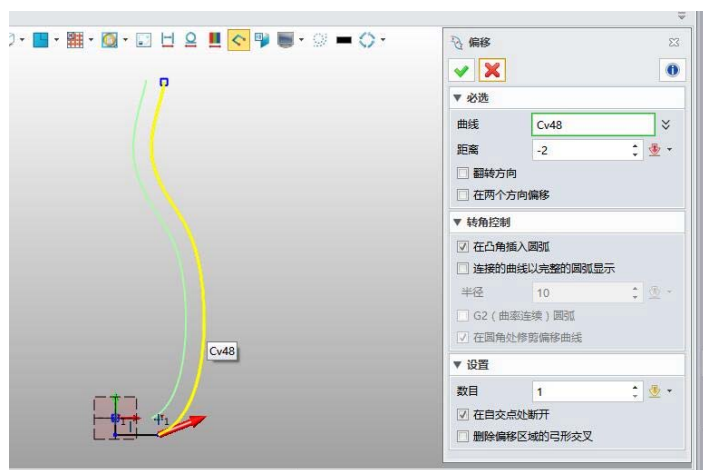

图 1.2.14
3. 单击偏移按钮, 选择上一步中绘制的曲线, 如图 1.2.14 所示。